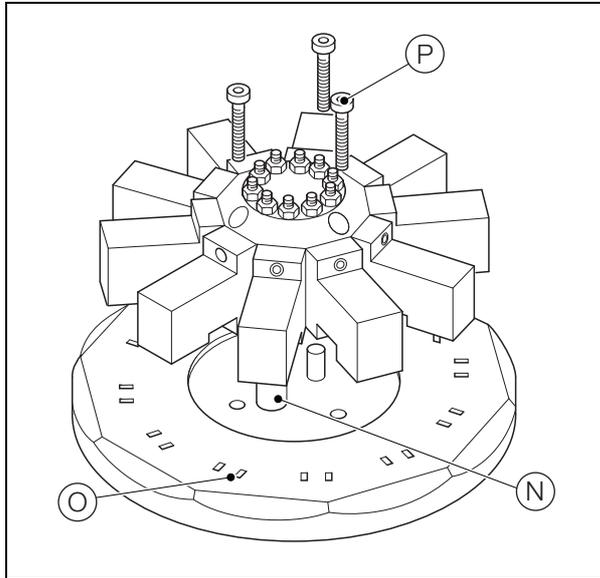

Fig. 13.3 Reinstallazione del collettore a valvola
6. Con riferimento a Fig. 13.3:
- a. Individuare il collettore a valvola sopra i pioli di scostamento (N) sulla piastra di base, verificando che i terminali di ogni valvola si innestino negli alloggiamenti (O) della piastra di base.
- b. Fissare il collettore a valvola alla piastra di base mediante le tre viti M4 (P).